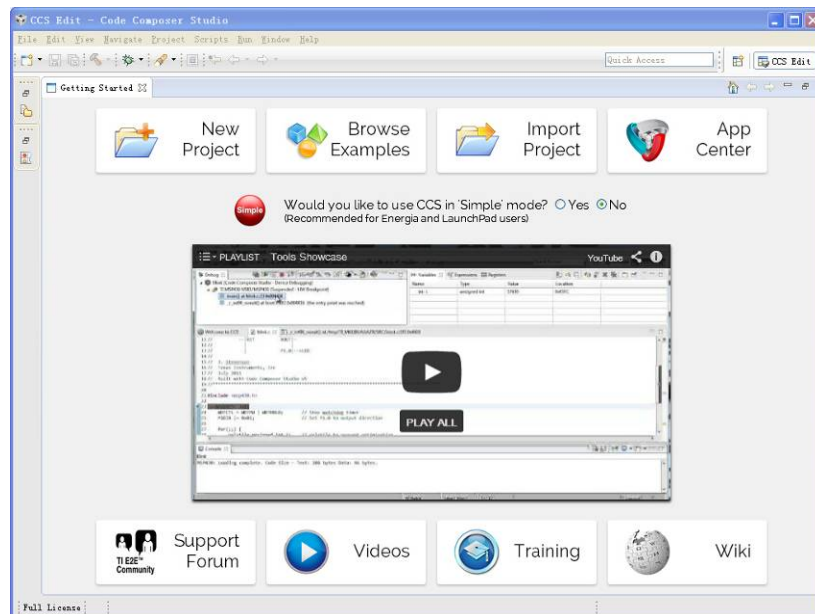

图 2.1.6 CCSv6 软件开发集成环境界面
(4) 单击 OK，至此软件安装配置工作全部完成，如图 2.1.6 所示。